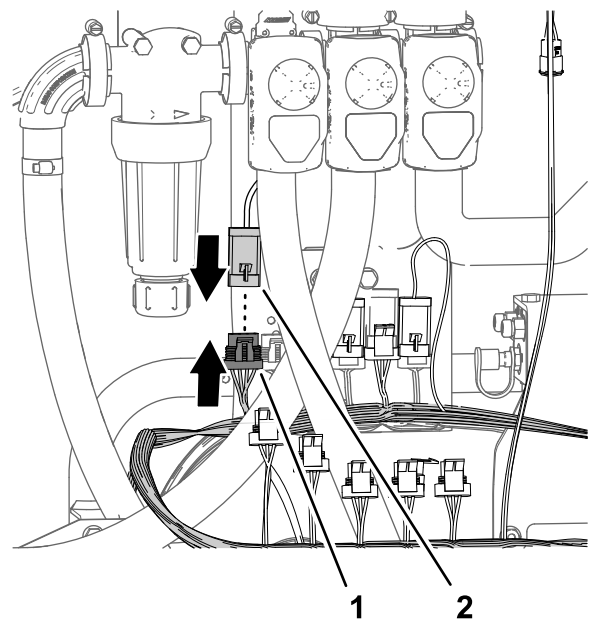

图87
4. 将喷洒率阀致动器的 4 针接头接入标有喷洒率阀的 89cm 套件线束支管的 4 插槽接头图87。